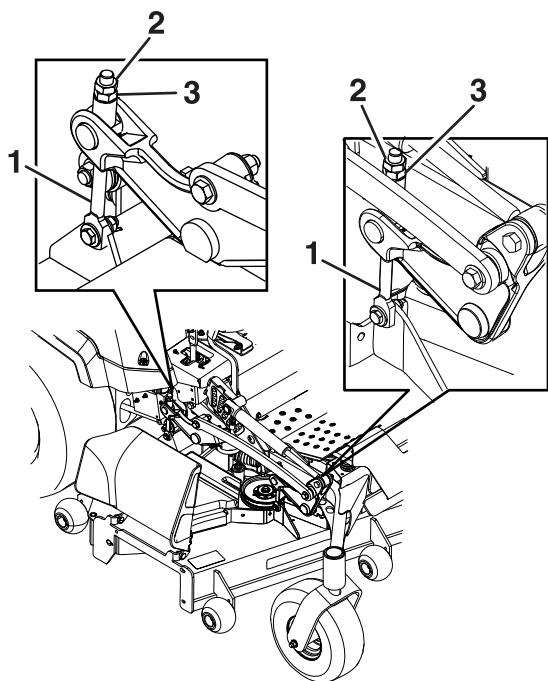

Figura 82
9. Haga pequeños ajustes, si es necesario, girando la tuerca de ajuste del conjunto de elevación delantero de la carcasa (**Figura 82**).